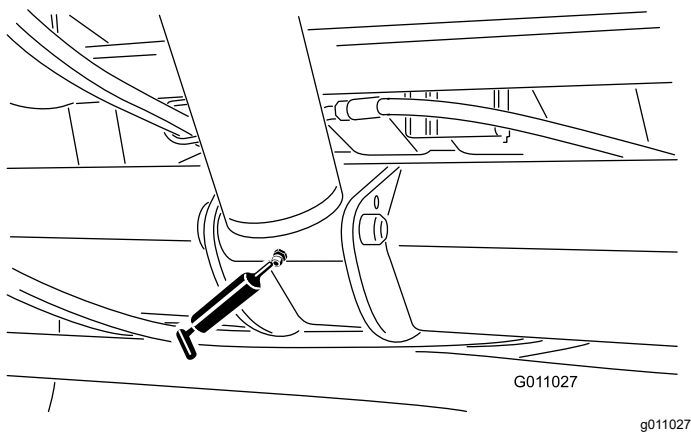

Figure 35
- Vérin de levage (2) (Figure 35)